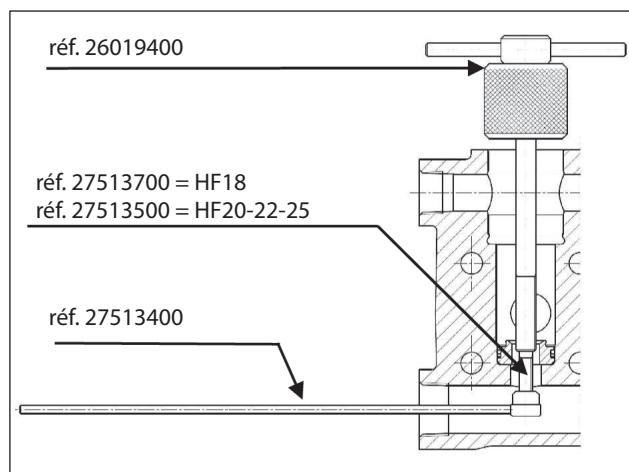

Fig. 22
- Pour les versions HF20-22-HF25, utiliser les outils réf. 26019400, réf. 27513500, réf. 27513400, (Fig. 22, Fig. 22/a).